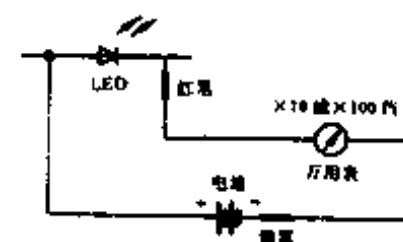

图 81
(1) 外加电池法。电路如图 81，可明显看到 LED 发光的，是好管，不发光的是坏管。如用“ $\times 1$ ”挡也发光，但电流很大；用“ $\times 1k$ ”挡则发光稍弱。
由于其内部具有驱动闪光的 IC（集成电路），管子两端所加的电压较高（允许 3~6V）所以测量时要用万用表“ $\times 1$ ”挡串联 3V 电池（电路如图 81）的办法测量。这时应看到管子闪光且万用表指针随闪光而来回摆动。